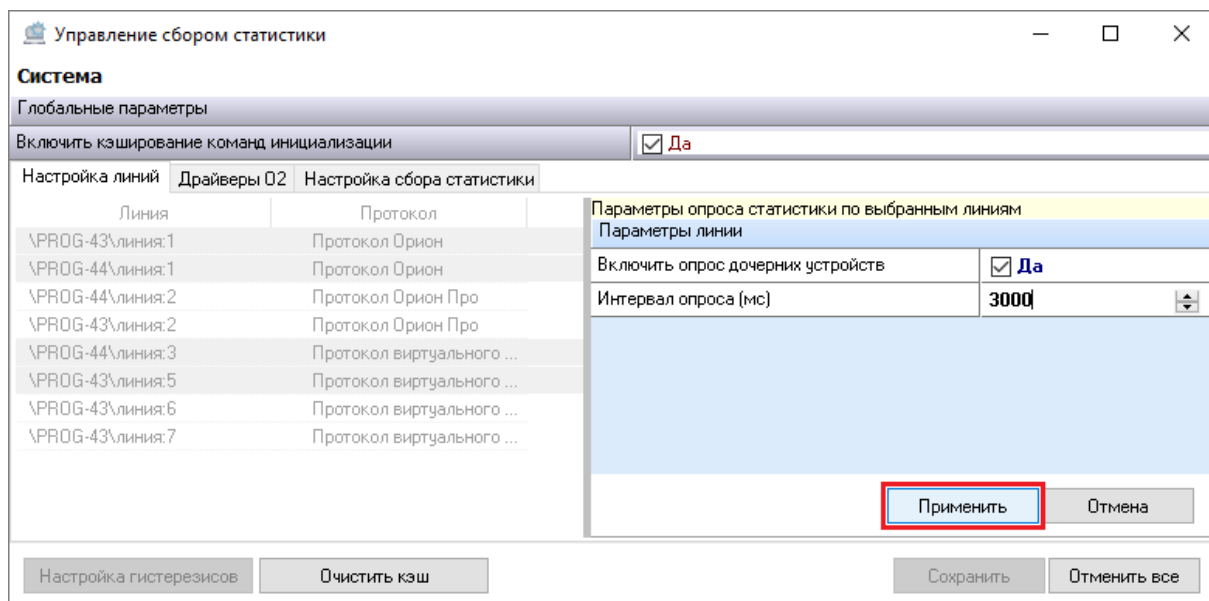

Рисунок 6-215 Применение параметров опроса статистики для выбранных линий
- 4) нажмите кнопку «Применить» (см. Рисунок 6-215).